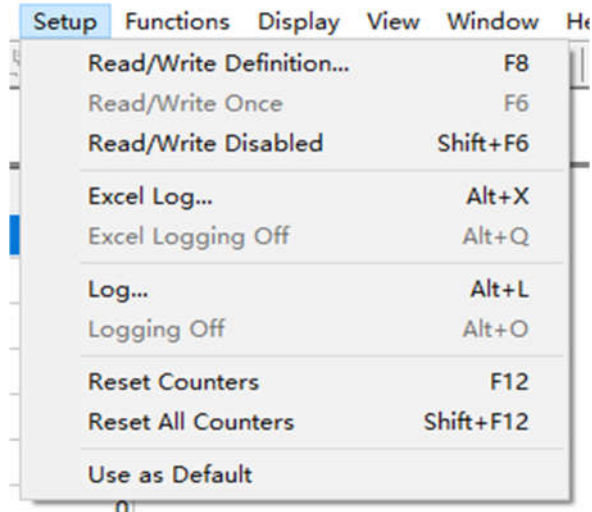

图 4-Read/Write Definition
- 1、点击 Setup 菜单，选择 Read/Write Definition 选项，如图 4 所示：